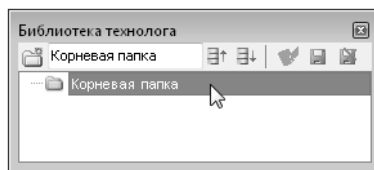

Рис. 4.5.
14. Нажмите кнопку **Взять на изменение**. Панель инструментов библиотеки изменилась и корневая папка стала доступна для редактирования (рис. 4.5).